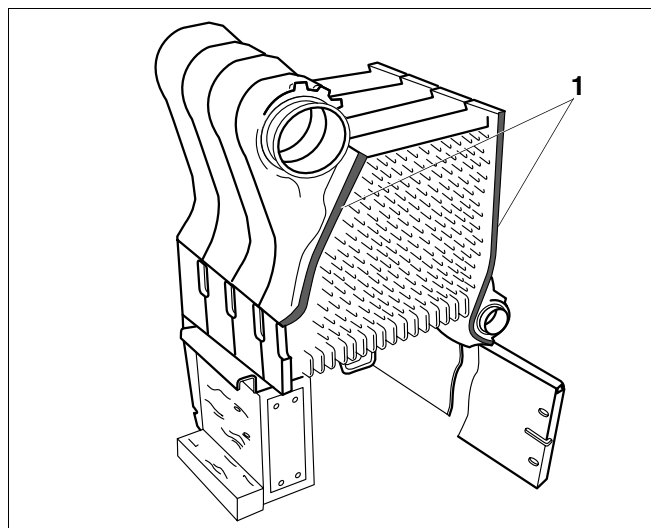

Fig. 17 Élément intermédiaire avec cordon d'étanchéité
La fig. 17 illustre une paire d'éléments intermédiaires serrés contre la paire d'éléments d'extrémité. Les nipples de montage de la paire d'éléments intermédiaires suivante sont placés dans les moyeux correspondants. Le cordon d'étanchéité est déjà posé dans la rainure d'étanchéité (fig. 17, **pos. 1**).